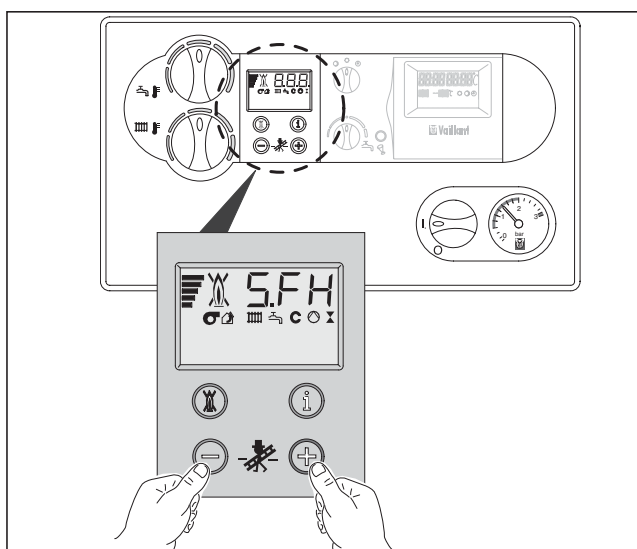

Рис. 3.11 Замеры, выполняемые специалистом по дымоходам (на системе DIA)
- Запустите режим "измерения для трубочиста", одновременно нажав клавиши "+" и "-" системы DIA (рис. 3.11).